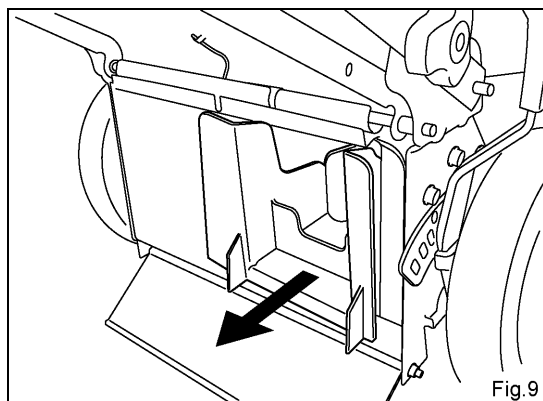

Fig.9
- ① 後方排出カバーを開け、後方排出プラグを手前に引いて取り外して下さい。(Fig.9)
- ② 集草器を装着して下さい。